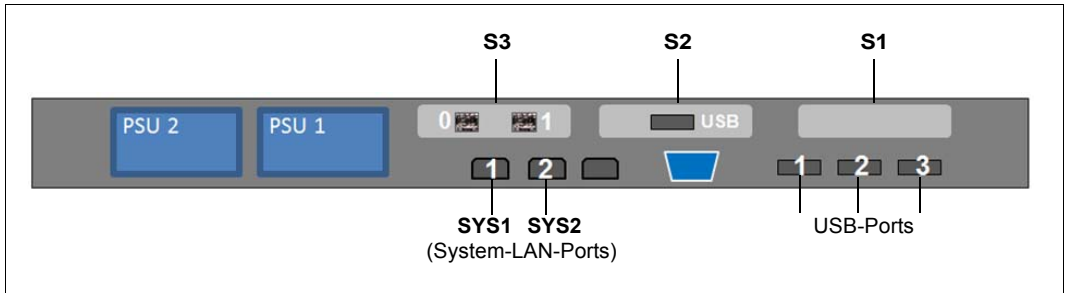

Bild 15: Prinzip der PCIe-Slot-Belegung auf der Geräterückseite
**Bild 9** zeigt die MU eines SE300 mit nicht bestückten PCIe-Slots. Bei SE500 und SE700 sind ein bzw. zwei PCIe-Slots der MU bestückt (siehe auch Bild 15 auf Seite 60).